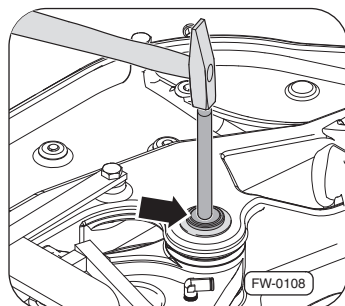

Рис. 32 · Демонтаж болта
6. Удалите болт ⇒ рис. 32, –стрелка– из запирающего элемента при помощи пробойника ⇒ страница 42.
4. Вставьте болт ⇒рис. 32, застопорите его опорной шайбой ⇒рис. 35, –поз. 2– и стопорным кольцом –поз. 1–.